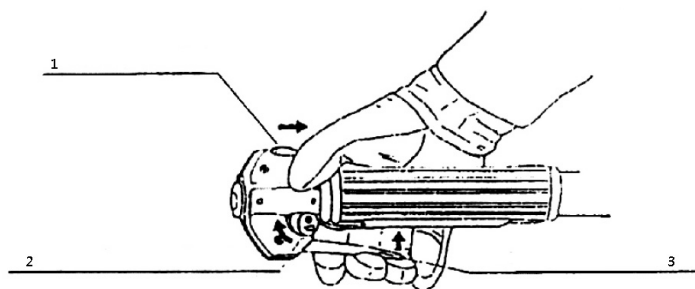

Fig. 7
- Glisați comutatorul ON / OFF din poziția STOP. Motorul nu pornește dacă întrerupătorul de pornire / oprire este în poziția STOP (Fig. 7)
- Apăsați maneta de eliberare și deplasați maneta de accelerație medie în direcția săgeții (Fig. 7)
- Slăbiți pârghia de declanșare; aceasta va bloca poziția pârghiei de accelerație mijlocie . Acum puteți porni motorul (Fig. 7)